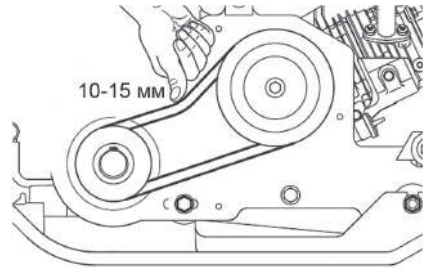

РИС. 18
3. Проверьте натяжение ремней. Нажмите пальцем на ремень в средней части между шкивами с усилием, достаточным для оценки прогиба. Норма: прогиб составляет 10–15 мм (Рис. 18).